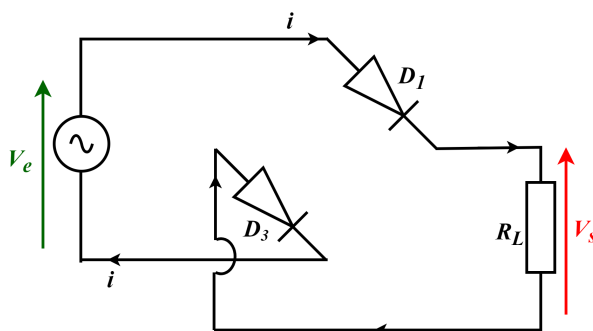

FIGURE 3.28: Circuit équivalent pendant l'alternance positive.
- Pendant l'alternance positive de la tension d'entrée ($V_e(t) > 0$), les diodes D_1 et D_3 sont conductrices et les diodes D_2 et D_4 sont bloquées (figure 3.28).